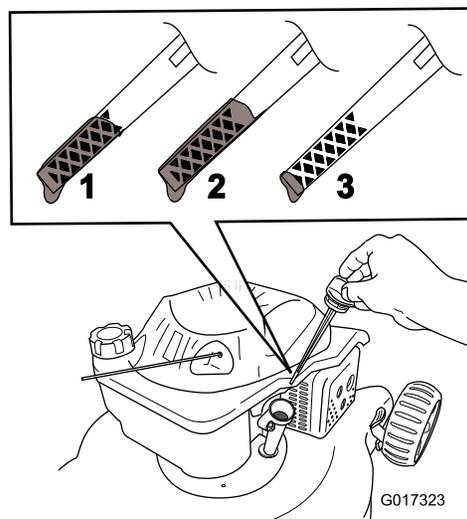

Figure 28
4. Retirez la jauge (Figure 28).
11. Observez le niveau d'huile indiqué par la jauge (Figure 28).